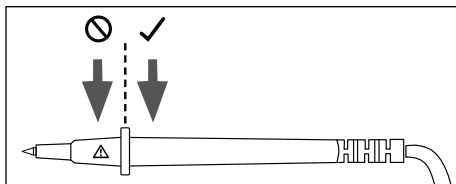

Fig. 3
- Sujete las puntas de prueba **6** exclusivamente por las superficies de agarre previstas para ello (consulte la fig. 3). La zona con el símbolo de advertencia **⚠** no debe tocarse; de lo contrario, ¡existe peligro de descarga eléctrica durante la medición!